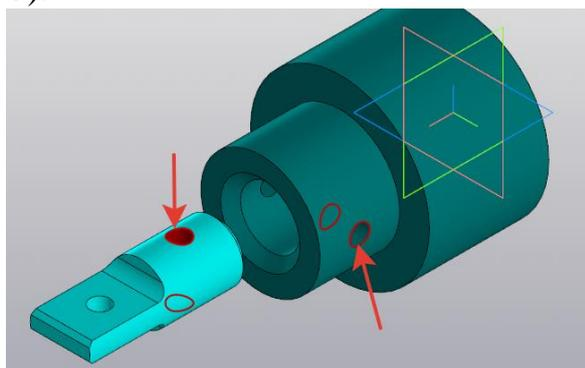

Рисунок 156.
9. На панели инструментов *Размещение компонентов* - выберите **Параллельность**. В *Параметрах* - **Объект 1** – указать цилиндрическое отверстие вала, **Объект 2** – внутреннее цилиндрическое отверстие корпуса. **Создать объект** (рисунок 156).